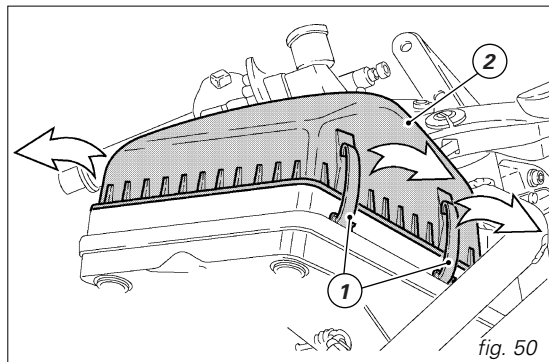
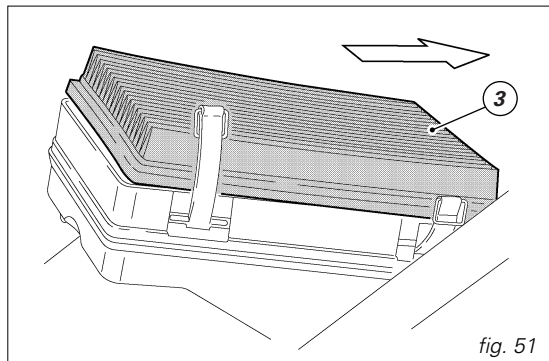

fig. 50
fig. 51
El filtro de aire debe sustituirse respetando los intervalos indicados en la tabla de mantenimiento periódico (consultar el manual de garantía). Para acceder a la caja filtro es necesario levantar el depósito combustible. Para desmontar el filtro desenganchar las lengüetas (1, fig. 50) de fijación de la tapa posicionadas en ambos lados de la caja filtro y quitar la tapa (2). Desmontar el cartucho filtro (3, fig. 51) y sustituirlo.